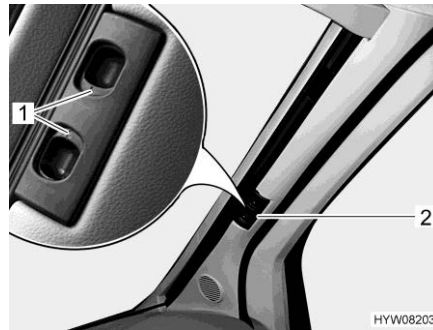

Fig. 105 Dispositif occultant plissé (pare-brise)
- Presser les poignées de déverrouillage (Fig. 105,1) et les maintenir pressées.
- Tirer le dispositif occultant plissé pour le pare-brise par la poignée (Fig. 105,2) vers le centre de la fenêtre.
- Pousser les deux moitiés du dispositif occultant plissé pour le pare-brise par la poignée (Fig. 105,2) à fond vers l'extérieur. Soulever la poignée à la hauteur de l'évidement de verrouillage.
- Lâcher les poignées de déverrouillage (Fig. 105,1) et les faire s'enclencher.